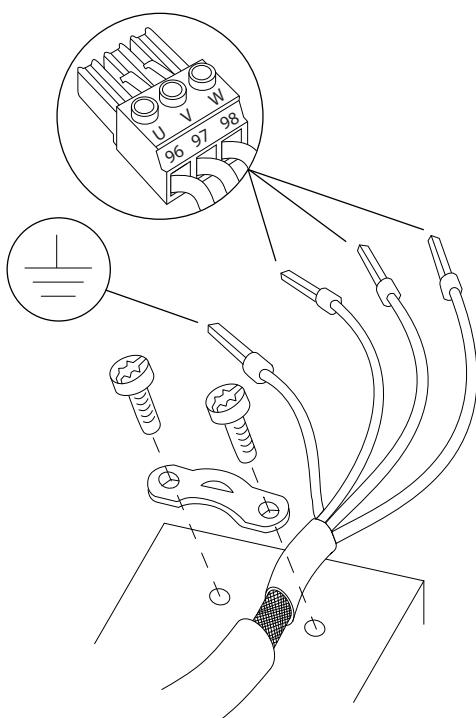

図 4.5 モーター接続
- 章 4.3 接地に記載されている接地に関する指示に従って、最も近接した接地端子に接地線を接続します。図 4.5を参照してください。
- 3相モーター配線を端子 96(U)、97(V)、98(W)に接続します。図 4.5を参照してください。